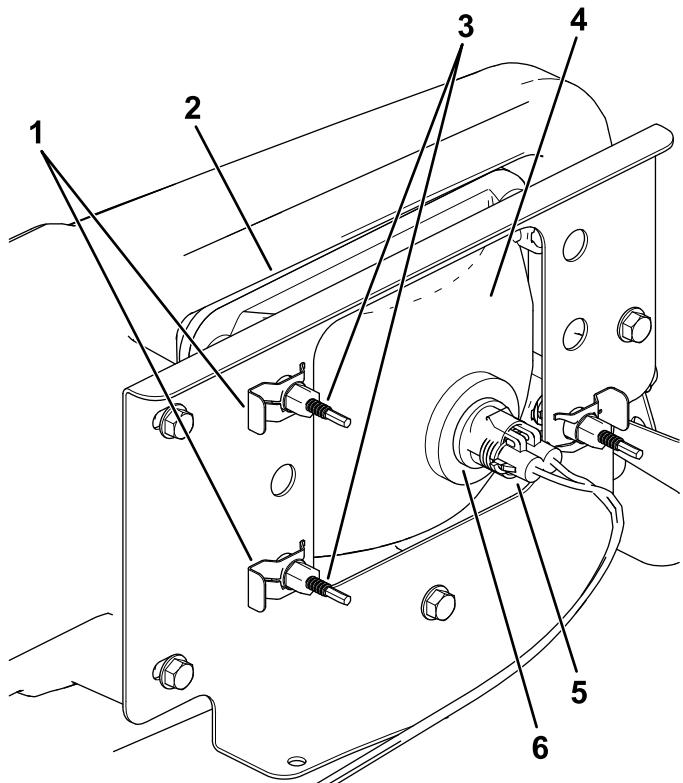

Figura 39
4. Retire los conectores rápidos que sujetan el faro al soporte del faro (Figura 39).
5. Retire el faro desplazándolo hacia adelante y pasándolo por el hueco del parachoques delantero (Figura 39).
6. Introduzca el faro nuevo a través del hueco del parachoques (Figura 39).
8. Conecte el conector eléctrico del arnés de cables al conector del conjunto de la lámpara (Figura 39).
3. Desconecte el conector eléctrico del arnés de cables del conector del conjunto de la lámpara (Figura 39).
5. En la parte trasera del faro, gire los tornillos de ajuste (Figura 39) para pivotar el conjunto y ajustar de la posición del haz de luz.